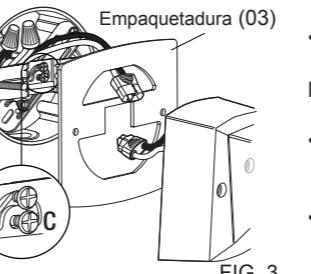

FIG. 3
3. Inserte el cableado de la casa y los empalmes plásticos en la caja de unión, pero asegúrese de que el cable conector (04) siga fuera de la caja de unión. Fije la empaquetadura 03 al soporte de montaje (02), de manera que los tornillos para el soporte de montaje atraviesen la empaquetadura (03). FIG. 3